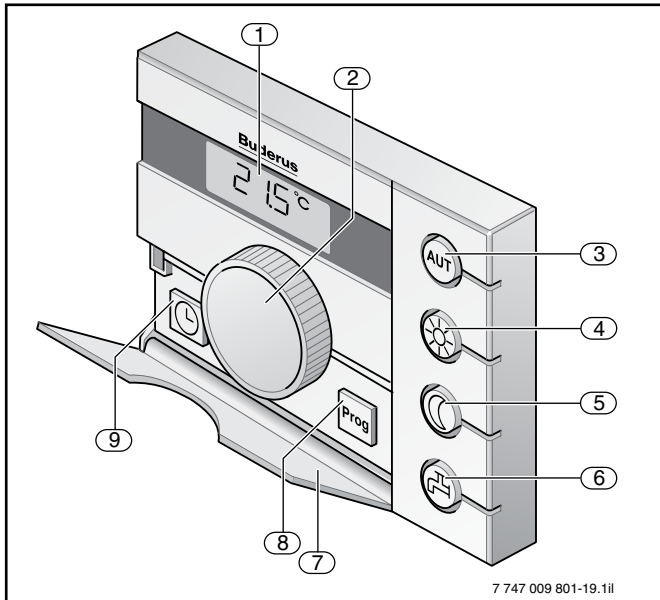

Fig. 29 Indicazioni ed elementi di servizio dell'unità di servizio RC25
L'unità di servizio RC25 (→ fig. 29) viene collegata al Logamatic EMS e alimentata in corrente attraverso un cavo bus bipolare. È utilizzabile a scelta come unità di servizio o comando a distanza. È incluso nel volume di consegna un supporto per il montaggio dell'unità di servizio RC25 nel locale abitato.
Qualora l'unità di servizio RC25 serva da comando a distanza, l'unità di servizio RC35 inserita nel sistema di regolazione Logamatic EMS esegue la regolazione dei circuiti di riscaldamento e dell'apparecchio a gas a condensazione. L'unità di servizio RC25 fornisce in tal caso le informazioni necessarie sul locale e sul tipo di esercizio. In entrambi i tipi di applicazione, il display a LED indica la temperatura locale misurata (→ fig. 29, pos. 1). Inoltre sul display a LCD vengono visualizzati l'orario ed il giorno della settimana.
Con l'aiuto di tasti opzione (→ fig. 29, pos. da 3 a pos. 5) possono essere impostati per l'esercizio di riscaldamento i tipi di esercizio "Automatico", "Riscaldamento continuo" e "Riscaldamento attenuato continuo". Il LED integrato indica il tipo di esercizio attuale. Le funzioni dell'unità di servizio RC25 sono accessibili attraverso due livelli di servizio in base al semplice concetto di utilizzo "Premi e gira". All'occorrenza è utilizzabile una funzione di calibrazione per la temperatura locale a livello di servizio, attivabile attraverso un tasto incassato laterale.